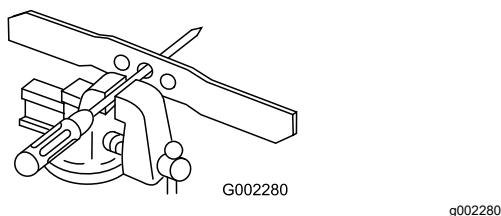

Figure 27
1. Vérifiez l'équilibre de la lame en enfilant le trou central sur un clou ou la tige d'un tournevis serré horizontalement dans un étau (Figure 27).